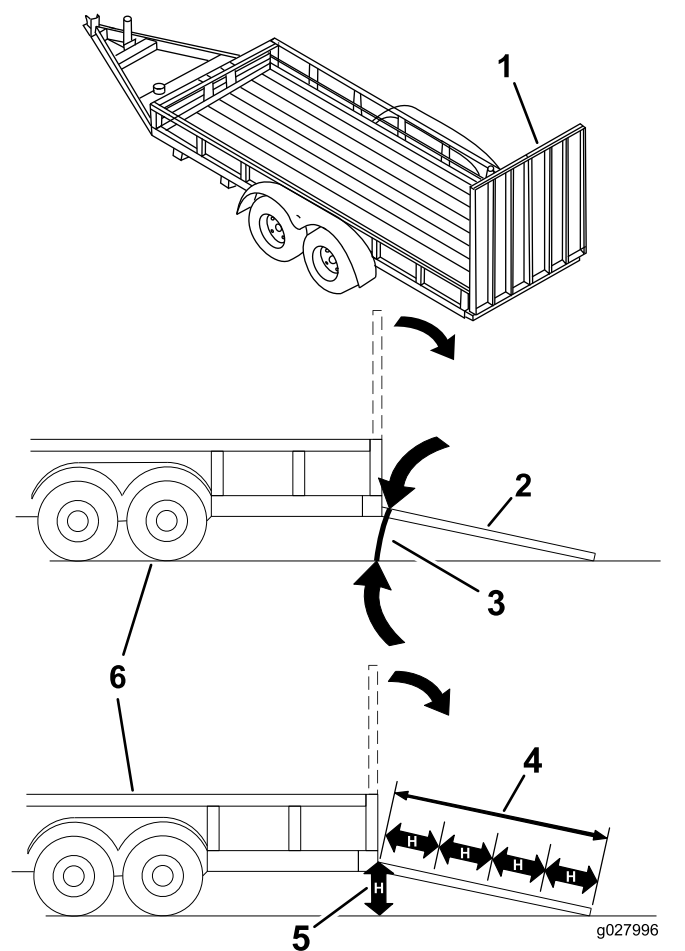

Figure 38
Le chargement d'une machine sur une remorque ou un camion augmente les risques de renversement et peut provoquer des blessures graves voire mortelles (Figure 38).
3. Abaissez la rampe pour que l'angle avec le sol ne dépasse pas 15 degrés (Figure 38).
1. Abaissez la rampe pour que l'angle avec le sol ne dépasse pas 15 degrés (Figure 38).